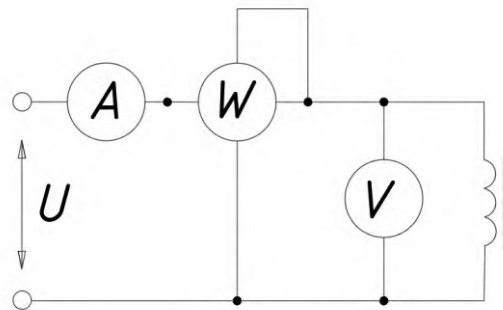

Рисунок 5
1. Определить относительную погрешность, допускаемую при измерении мощности потерь в стали сердечника катушки (рисунок 5) без учета потерь в приборах. Показания приборов: 100 В; 2,5 А, 28 Вт. Сопротивление вольтметра 5000 Ом, сопротивление катушек ваттметра: последовательной 0,1 Ом; параллельной 1500 Ом. Активное сопротивление исследуемой катушке 0,8 Ом.